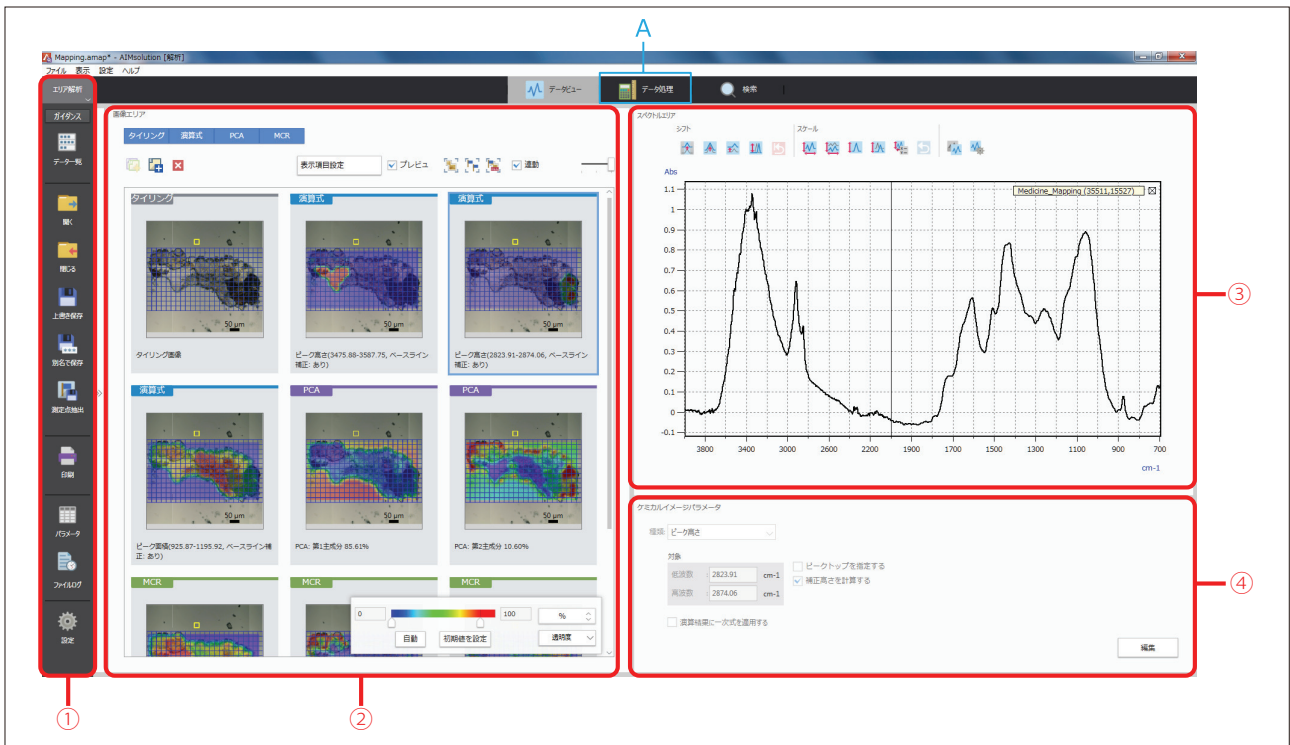

Fig. 5 エリア解析画面
エリア測定結果の解析には解析プログラムのエリア解析を用いて行います。エリア解析画面を Fig. 5 に示します。
測定データに前処理を行う場合には, Fig. 5 (A) のデータ処理ボタンを押して画面を切り替えます。前処理として「ベースライン補正」, 「大気補正」, 「アドバンスド ATR 補正」, 「クラマース・クローニッヒ解析」, 「差分 (差スペクトル演算)」が用意されています。